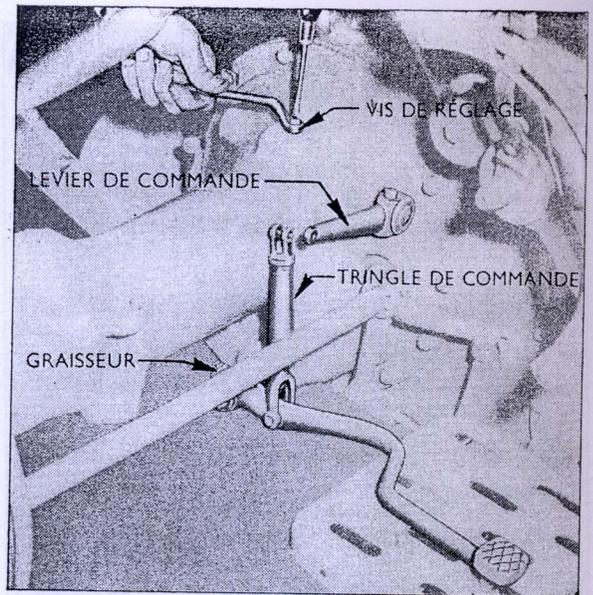

Fig. 3
2. Débloquer le contre-écrou et visser la vis de réglage jusqu'à ce qu'elle touche le fond de la gorge pratiquée dans la fourchette de commande (fig.3). Pour déterminer le point de contact, on observera le levier de commande, qui commencera à s'abaisser au moment précis où la vis atteint le fond de la mortaise.